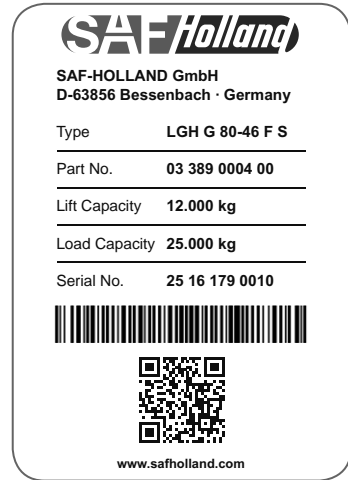

Abb. 1 - Typenschild
Das Typenschild ► *Abb. 1* befindet sich an den gekennzeichneten Stellen
- das Einhalten der Leistungsgrenzen ► *Abb. 1* des Produktes,